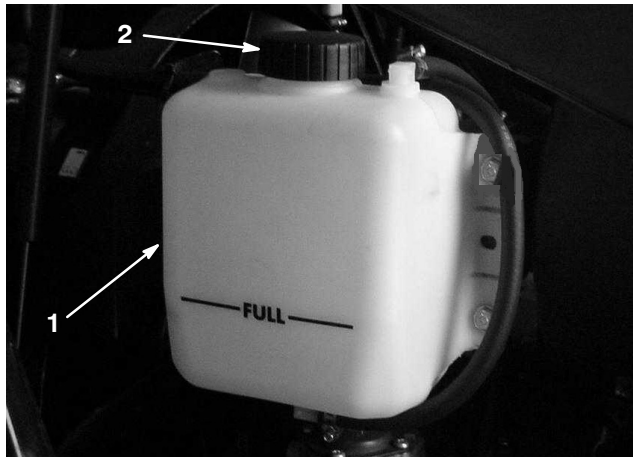

Bild 7
2. Prüfen Sie den Kühlmittelstand im Ausdehnungsgefäß (Bild 7). Das Ausdehnungsgefäß muss bis zur VOLL-Marke gefüllt werden.